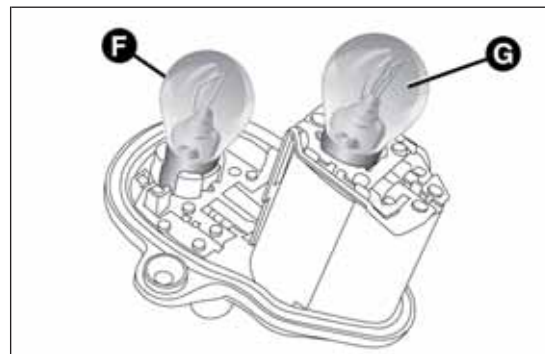

fig. 186
- ❑ procedere quindi con la sostituzione della lampada interessata: F = indicatori di direzione, G = luci di posizione/stop fig. 186.